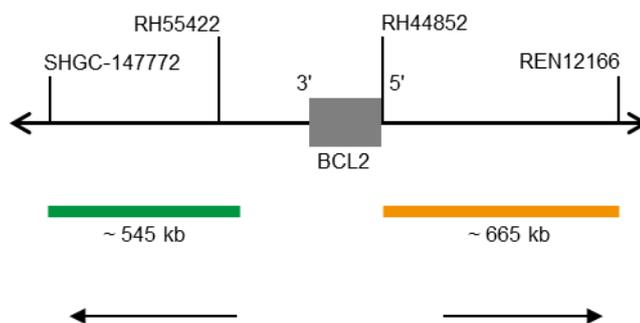

Fig. 1: BCL2 Mapa da sonda (não à escala)
- Polinucleótidos marcados com ZyGreen (excitação 503 nm/emissão 528 nm) (~6,0 ng/μl), que têm como alvo sequências mapeadas em 18q21.33* (chr18:60,046,152-60,589,273) proximais à região do ponto de quebra BCL2 (ver Fig. 1).
- Polinucleótidos marcados com ZyOrange (excitação 547 nm/emissão 572 nm) (~2,5 ng/μl), que têm como alvo sequências mapeadas em 18q21.33-q22.1* (chr18:60,994,528-61,658,503) distal à região do ponto de quebra BCL2 (ver Fig. 1).